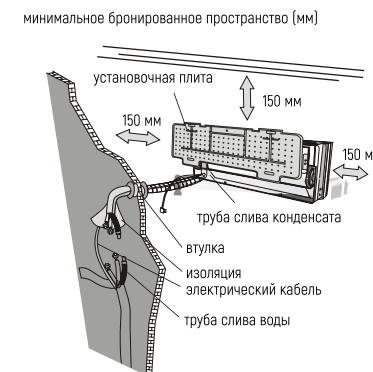

рис. 2
9. Оставьте расстояние между прибором и стеной или потолком, как показано на рисунке (Рис. 2).